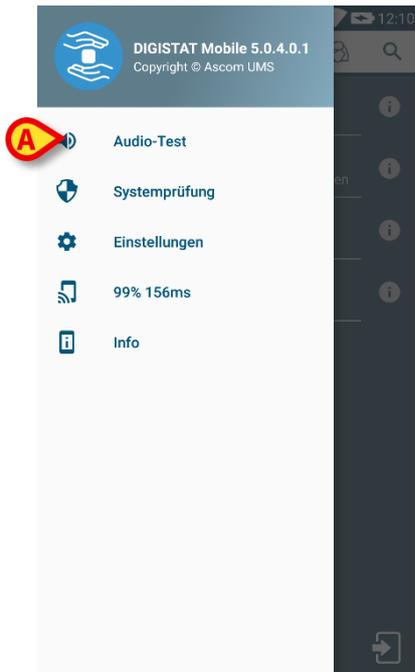

Abb. 26
Das folgende Menü wird angezeigt (Abb. 26)
- Berühren Sie die Option **Audio-Test** (Abb. 26 **A**).